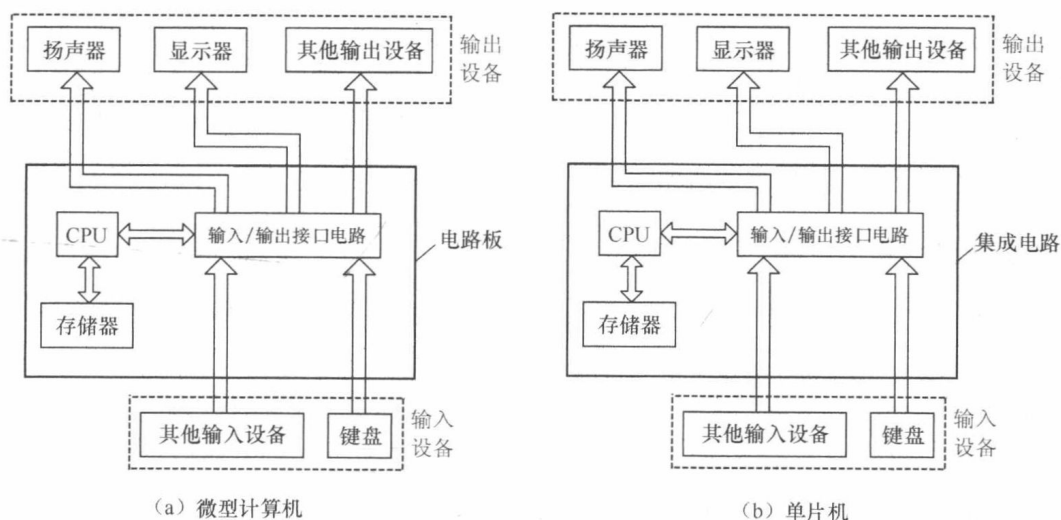

图1-1 微型计算机与单片机的结构
单片机是单片微型计算机 (Single Chip Microcomputer) 的简称, 由于单片机主要用于控制领域, 所以又称作微型控制器 (Microcontroller Unit, MCU)。单片机与微型计算机都是由 CPU、存储器和输入/输出接口电路 (I/O 接口电路) 等组成的, 但两者又有所不同, 微型计算机 (PC) 和单片机 (MCU) 的基本结构分别如图 1-1 (a)、(b) 所示。
从图 1-1 可以看出, 微型计算机是将 CPU、存储器和输入/输出接口电路等安装在电路板 (又称电脑主板) 上, 外部的输入/输出设备 (I/O 设备) 通过接插件与电路板上的输入/输出接口电路连接起来。单片机则是将 CPU、存储器和输入/输出接口电路等做在半导体硅片上, 再接出引脚并封装起来构成集成电路, 外部的输入/输出设备通过单片机的外部引脚与内部输入/输出接口电路连接起来。